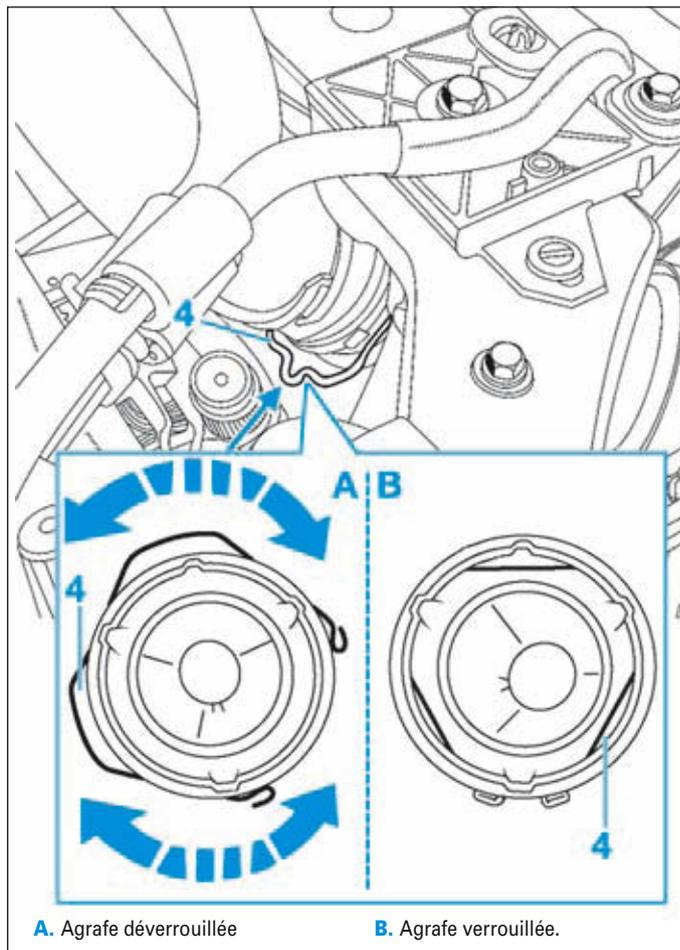

FIG.99
- Pivoter l'agrafe (4) du tuyau d'alimentation en air (Fig.99).